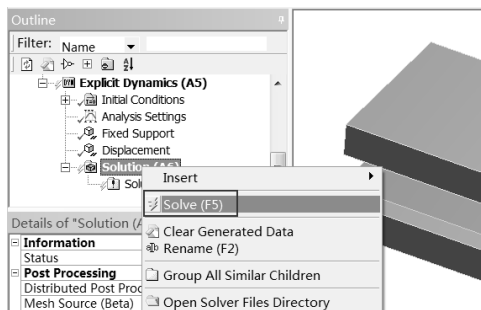

图 11-60 求解 (2)
Step8: 在 Outline (分析树) 中的 Explicit Dynamics (A5) 选项上右击, 在弹出的快捷菜单中选择  Solve 命令, 如图 11-60 所示, 此时会弹出进度显示条, 表示正在求解, 当求解完成后进度条自动消失。